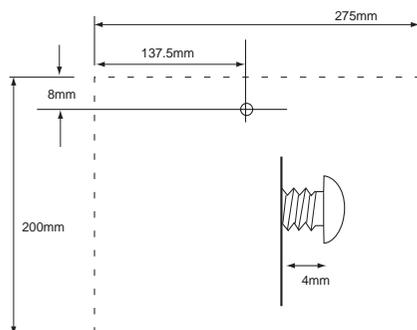

Figure 3
- Placer l'embase au mur (dans un endroit discret, mais facilement accessible), marquer le trou supérieur puis, percer celui-ci (\varnothing 8 mm, profondeur 45 mm). Insérer une cheville et une vis. Celle-ci ne doit pas être serrée totalement, mais elle doit dépasser du mur d'environ 4 mm (voir fig.3).